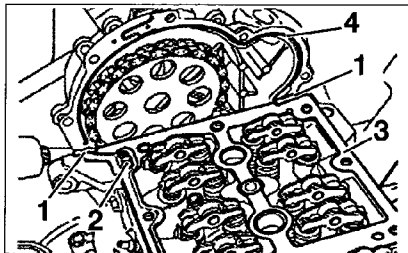

FIG. 28
- Aplicar masilla de silicona debajo de la junta del cárter de eje de levas al nivel del cárter de distribución en las zonas (1) (fig. 28).
- Poner los centradores (2) del cárter de eje de levas.
- Colocar la junta (3) del cárter de eje de levas.
- Aplicar masilla de silicona en la junta del cárter de eje de levas al nivel del cárter de distribución sobre las zonas (1).
- Aplicar masilla de silicona sobre el cárter de distribución en la zona (4).